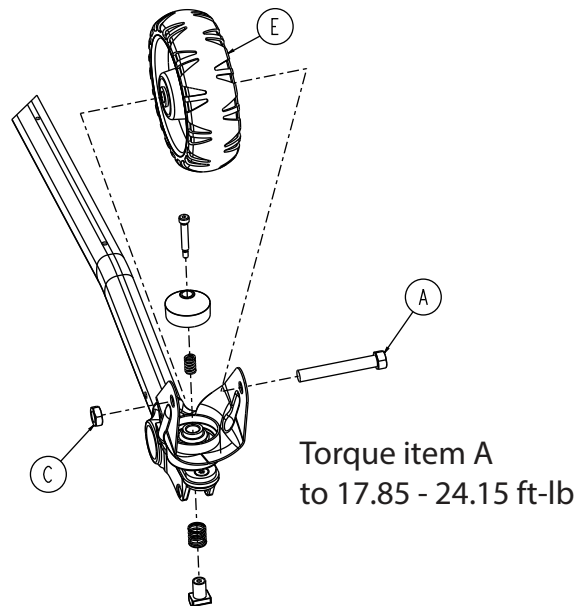

Figure 64 – Composants de la roue de transport
4. À l'aide d'une clé à cliquet, d'une douille de 11/16 po et une clé mixte de 5/8 po, retirer la vis d'assemblage à tête hexagonale (A) et l'écrou fin hexagonal (C) qui fixent l'ensemble de roue moulée de 6 po (E) à la fourche de la roulette (Figure 64). Retirer et jeter la roue. Conserver la vis et l'écrou.